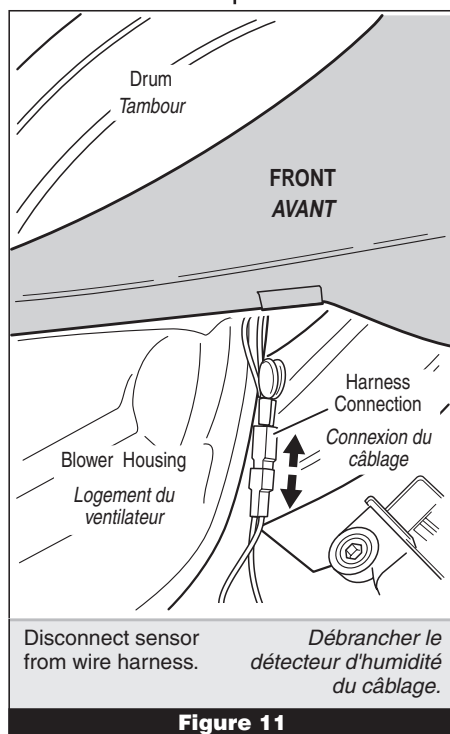

Figure 11
- ➔ Access the moisture sensor wires by removing the toe panel (page 13, figure 15) and disconnecting the sensor wires from the harness (figure 11). Go to step 9.
6. Access the moisture sensor by removing the toe panel. See Removing the Toe Panel, page 13. Disconnect the sensor from the wire harness. See figure 11.
- ➔ Accéder au câblage du détecteur d'humidité : ôter le panneau de plinthe (page 13, figure 15) et déconnecter du câblage les conducteurs du détecteur (figure 11). Passer à l'étape 9.
6. Enlever le panneau de plinthe pour accéder au détecteur d'humidité. Voir la page 13 - Dépose du panneau de plinthe. Débrancher le détecteur d'humidité du câblage. Voir figure 11.